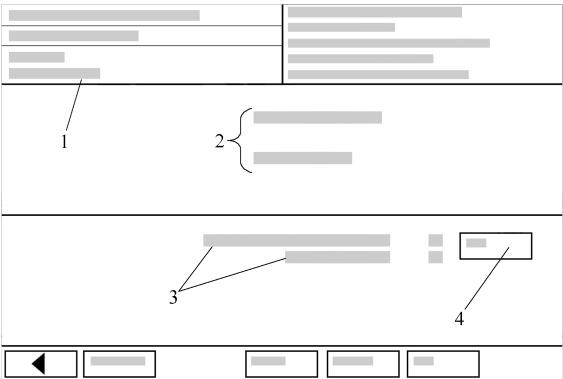

图 7-2-8 进行驻车暖风匹配时诊断仪
- ① 在显示区 2 中显示该匹配通道的新数值。
- ② 在显示区 3 中滚动条上方将显示所输入的的参数，按下按钮“5” 存储输入。
(9) 如图 7-2-8 所示，在诊断仪 V. A. S 5051A 显示屏上的显示内容：
- ① 在显示区 1 中显示“存储通道 × ×”。
- ② 在显示区 2 中显示该匹配通道的新数值。
③ 在显示区 3 中显示该匹配通道原始的和新的数字代号。按下按钮“4” 来确认并存储输入。
④ 在显示区 1 中显示“存储通道 ×，已存储数值 0 ~ × × × × ×”。
(10) 结束自诊断。必要时检查新输入匹配的功能。